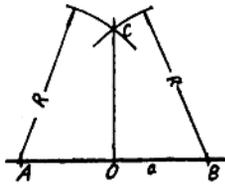

图1-10 划相交线
**划相交 $90^\circ$ 直线**—如图1-10,步骤如下:
- (1)划直线a;
- (2)确定交点O,用样冲在O点上冲点;
- (3)用圆规在O点两侧取B与A,使 $OA=OB$ ,用样冲在AB上冲点;